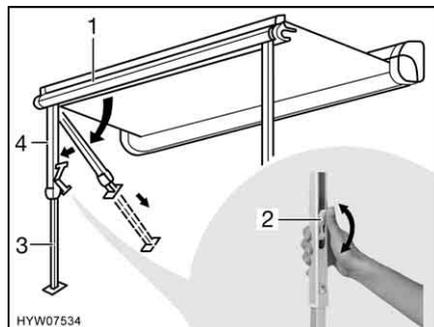

Bild 9 Ställa upp stödbenen
- Lossa stödfötterna (Bild 9,4) med lätt tryck bakåt ur frontlisten (Bild 9,1), fäll ut dem och ställ dem upp.
- Dra ut den undre delen av stödbenen (Bild 9,3) till önskad längd.
- Stäng spärren på stödbenen. Tryck då låsarmen (Bild 9,2) uppåt.